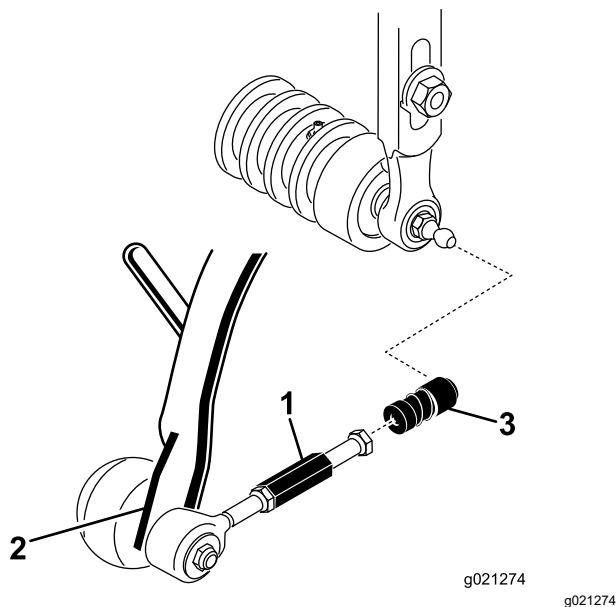

Рисунок 7
3. Наденьте втулку на приемную часть каждого шарнирного соединения и зацепите приемную часть за шаровый палец режущего блока (Рисунок 7).